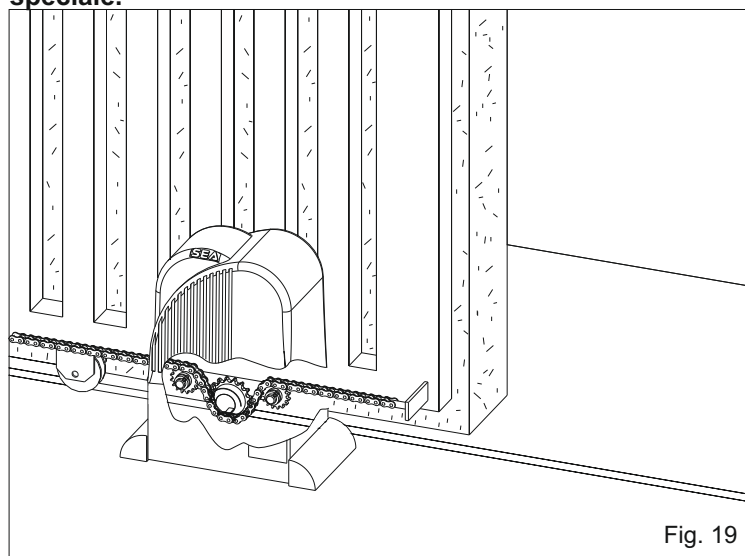
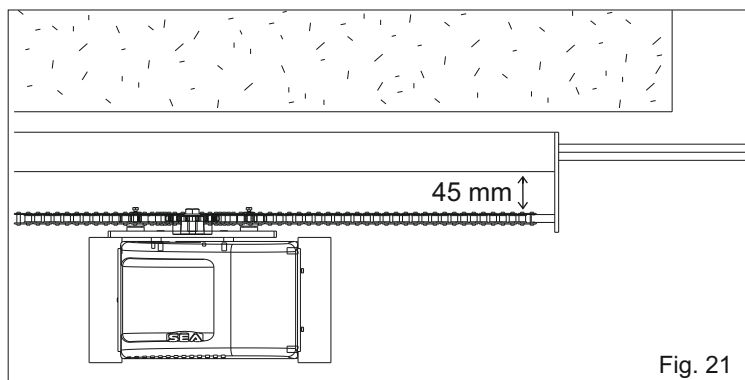
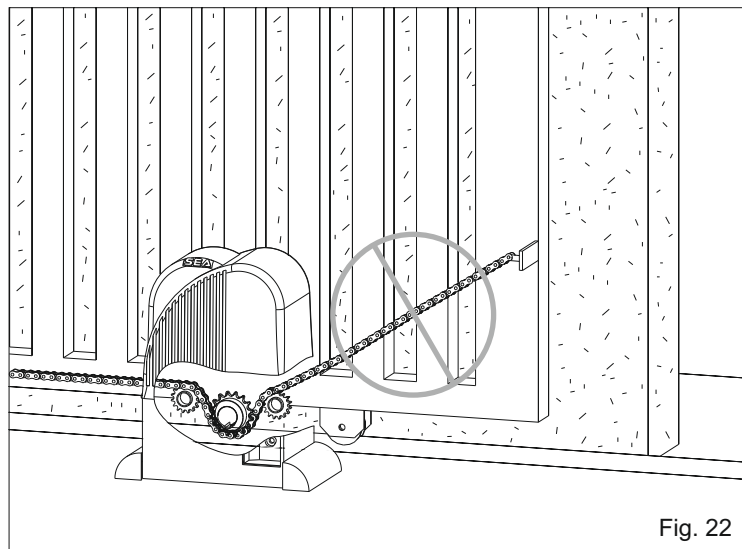

Fig. 19
Fig. 21
Fig. 22
Dans les figures 19 et 20 il est possible voir l'installation correcte respectivement avec portail ouvert et fermé; noter bien que le parcours obligatoire de la chaîne à l'intérieur du groupe pignon ne doit pas être varié. Pour une installation correcte il faut suivre attentivement les indications reportées en suite.
**Nota : Il faut que les trous pour le tendeur de chaîne et donc pour la chaîne elle-même se trouvent dans une distance de 45 mm du portail (fig. 21).**
**9.2.** Installer la chaîne en faisant la passer par le groupe pignon comme dans Fig. 18. La chaîne doit toujours être en ligne, soit verticalement (Fig. 19) que horizontalement (Fig. 21), dans le cas contraire (Fig. 22 et 23) elle peut se dérailler du groupe pignon ou il y a le risque d'avoir un majeur effort du motoréducteur et de conséquence un mauvais fonctionnement de l'installation.